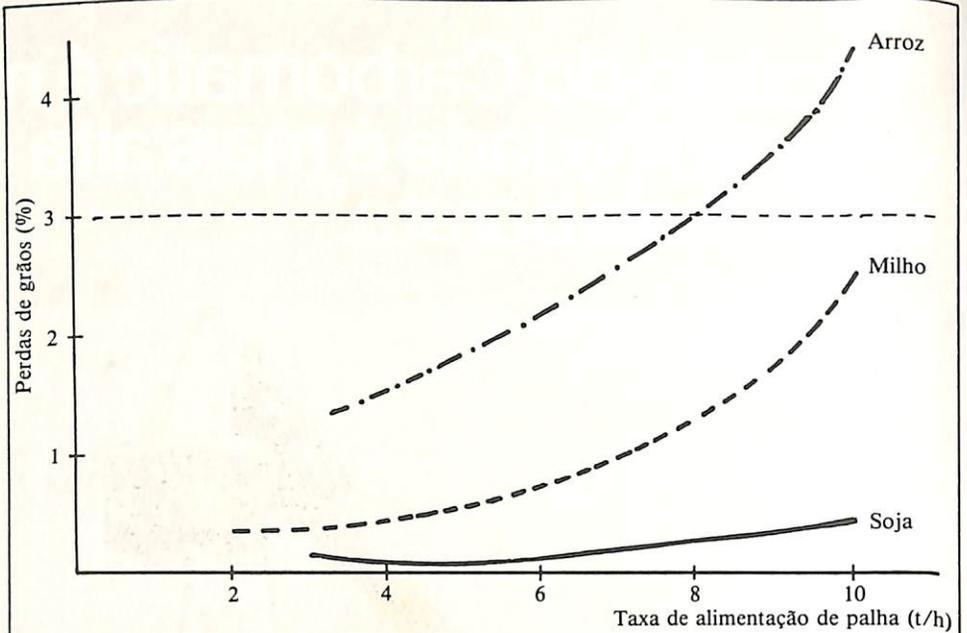

Figura 2 — Perdas de grãos de colhedoras em função da taxa de alimentação de palha.
**3) Sistema de separação** — Os grãos não separados da palha no côncavo devem ser recuperados pela ação dos sacapalhas, que são os órgãos que praticamente determinam o nível de perdas de grãos de uma colhedora. A sobrecarga dos sacapalhas leva a um acréscimo vertiginoso das perdas e isto é mais acentuado quanto maior for a quantidade e umidade da palha colhida, como mostra a Figura 2.
Durante os ensaios no Cenea (Centro Nacional de Engenharia Agrícola), a avaliação mais importante de uma colhedora ocorre pelas perdas de grãos (%). Estas são apresentadas em função da taxa de alimentação (t/h), isto é, a massa de palha que passa pela máquina em determinado espaço de tempo. Considera-se como aceitável uma perda de grãos de até três por cento (vide os exemplos da Figura 2).